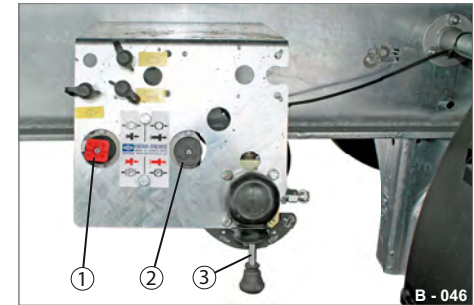

Abb. 47 Feststellbremse / Hub- / Senkanlage
- ▶ Prüfen Sie, dass der Schwenkhebel-Lufffederung (Abb. 47/3) sich in neutraler Stellung befindet. Der Anhänger ist nicht abgesenkt oder gehoben.
- ▶ Ziehen Sie die Federspeicher-Feststellbremse (Abb. 47/1). Der Anhänger ist gebremst.